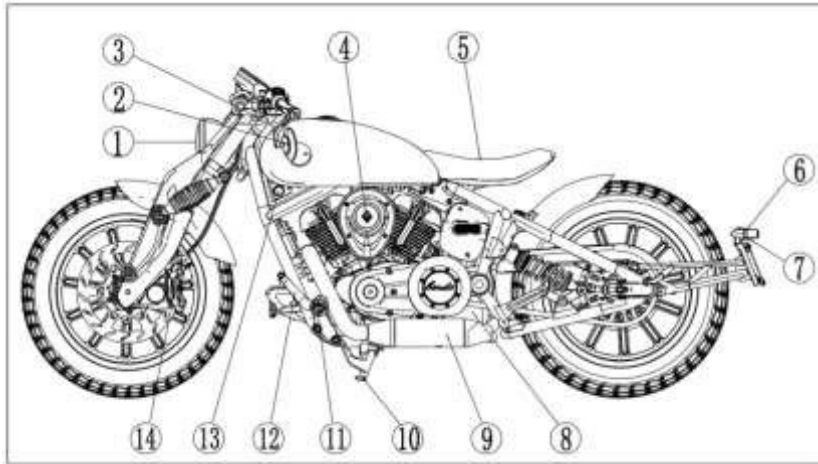

Figura 2
1. Cuerpo izquierdo (Figura 2)